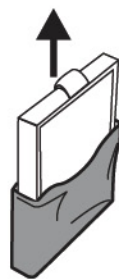

fig. 3
3. Rimuovere l'imballaggio del nuovo filtro (fig. 3).